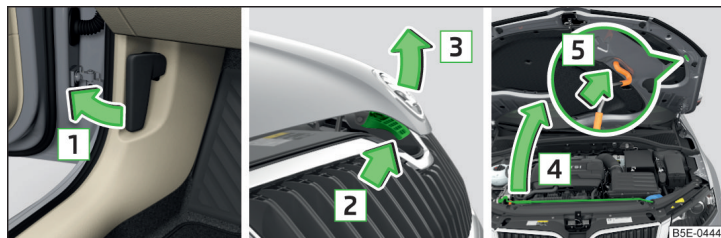

Fig. 177 Capó
- Tire de la palanca de desbloqueo ubicada debajo del tablero de instrumentos en el sentido de la flecha **1** » fig. 177.
No levante nunca el capó con la palanca de desbloqueo » **fig. 177**.